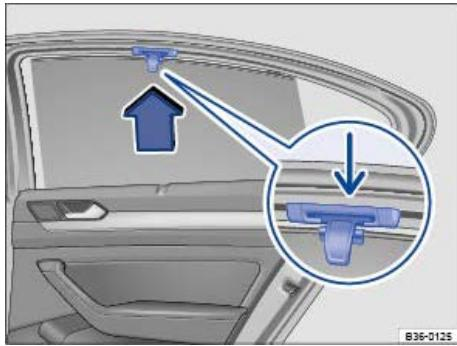

Abb. 113 Im hinteren rechten Fenster: Sonnenschutzrollo.
- Sonnenschutzrollo am hervorstehenden Griff ⇒ Abb. 113 (Lupe) in Pfeilrichtung ganz nach oben ziehen.
- Haltestange mit den beiden Ösen in die entsprechende Halterung ⇒ Abb. 113 (kleiner Pfeil) einhängen. Prüfen, dass das herausgezogene Sonnenschutzrollo sicher in der Halterung eingehängt ist.